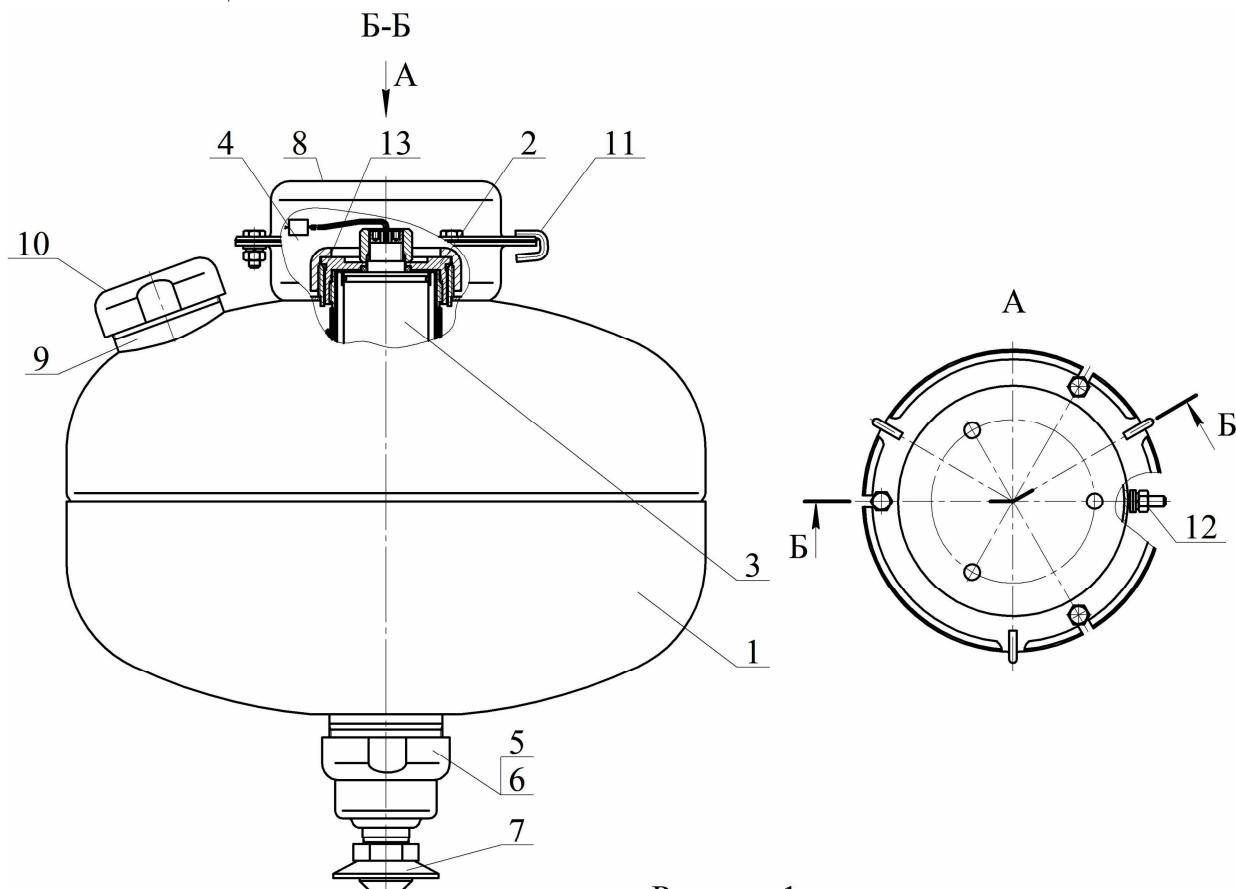

Рисунок 1
4.1.1 МУПТВ (см. рисунок 1) состоит из корпуса 1, заправленного ОТВ, в котором размещено газогенерирующее устройство 2. В герметичный корпус газогенерирующего устройства установлен ИХГ 3 с элементом электропусковым 4. Нижняя горловина корпуса перекрыта срезной мембраной 5, которая поджата гайкой 6. С гайкой 6 через фильтрующий элемент соединен насадок-распылитель 7. В верхней части корпуса расположены кронштейн 8 для крепления к потолочному перекрытию, горловина 9 для заливки ОТВ и предохранительный клапан 10. Для фиксации МУПТВ при монтаже на кронштейне 8 закреплены три скобы 11. МУПТВ имеет заземляющий зажим 12.
4.2.1 После подачи электрического импульса на выводы элемента электропускового 4 (см. рисунок 1) ИХГ 3 генерирует газ, который создает давление внутри корпуса МУПТВ для вскрытия мембранны 5 и выпуска через насадок-распылитель 7 в зону горения тонкораспыленной струи ОТВ.
6.3 Закрепить кронштейн 8 (см. рисунок 1) на потолке. Координаты отверстий в кронштейне приведены на рисунке 4.
6.5.3 Полученный раствор ОТВ залить в отверстие верхней горловины 9 (см. рисунок 1). Для окончательного приготовления ОТВ применительно к МУПТВ-
6.6 Накрутить до упора насадок-распылитель 7 (см. рисунок 1).
- 7.4 Комплект поставки для перезарядки МУПТВ (см. рисунок 1):